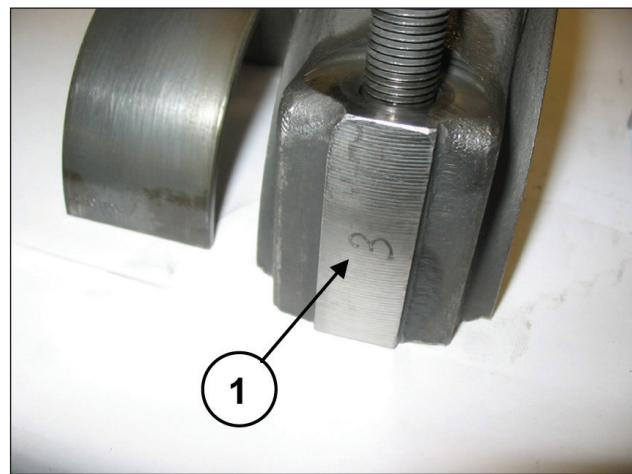

Abb. 25
Um Fehler zu vermeiden, sind Pleueldeckel und Pleuelhälften auf einer Seite nummeriert (Pos. ①, Abb. 25).